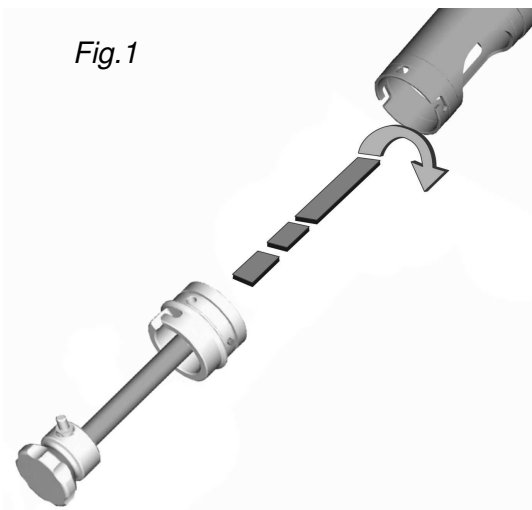

Fig.2
- Inserire il pistone nel condotto rubinetto della macchina e ruotare il fondello di pochi gradi fino alla posizione di blocco (fig. 2).